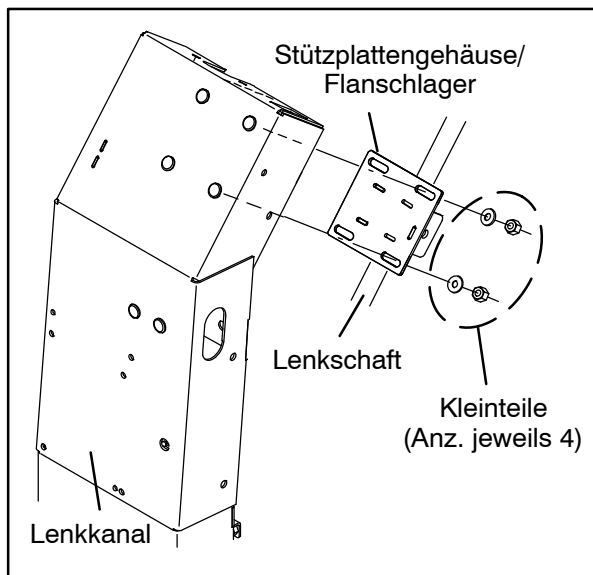

ABB. 46
7. Montieren Sie die Kleinteile zur Befestigung des Stützplattengehäuses/der Flanschlager wieder am Lenkkanal. Ziehen Sie die Kleinteile nicht vollständig an. Die Kleinteile werden erst später vollständig angezogen. (Abb. 46)